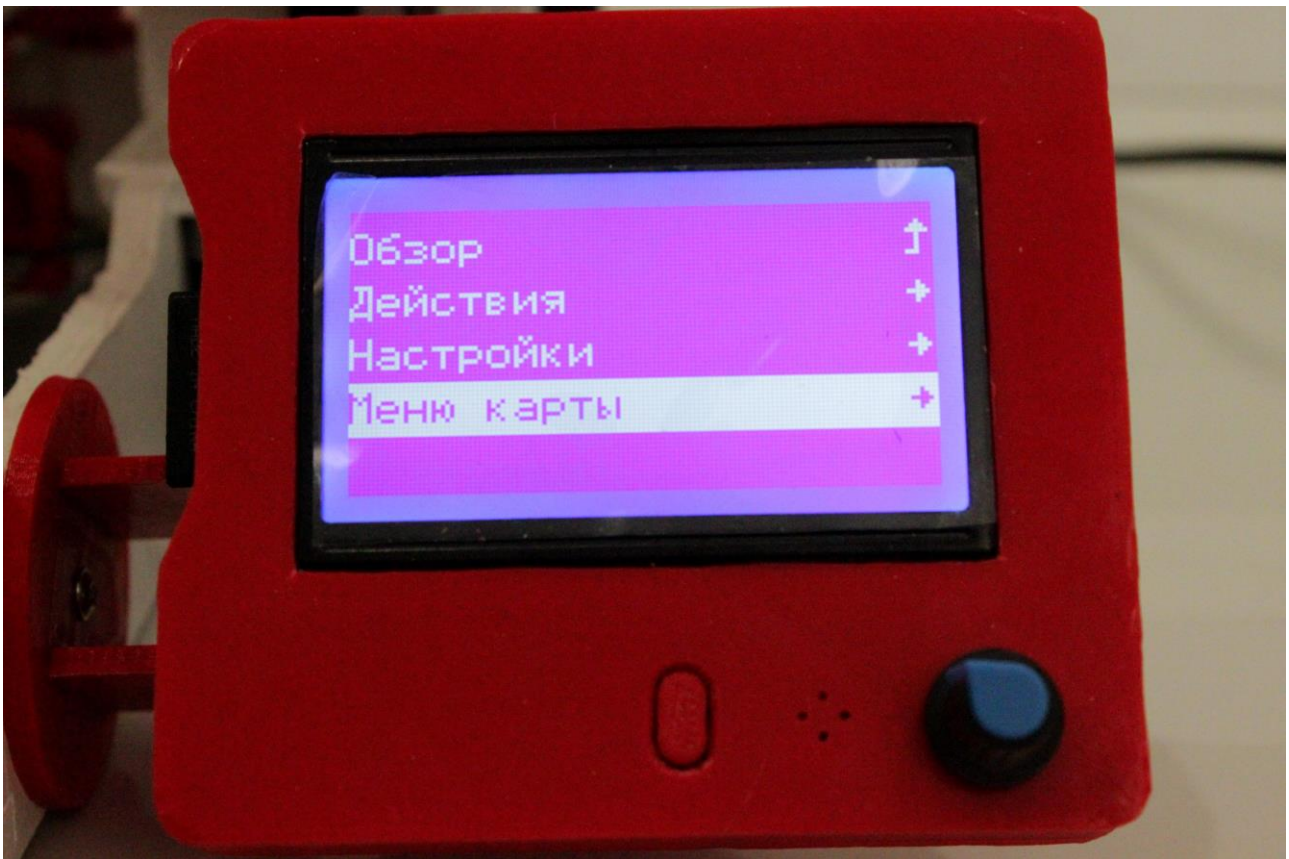

Рисунок 12. «Меню карты»
10. Нажмите на ручку дисплея и путем вращения влево выберите «Меню карты», рисунок 12